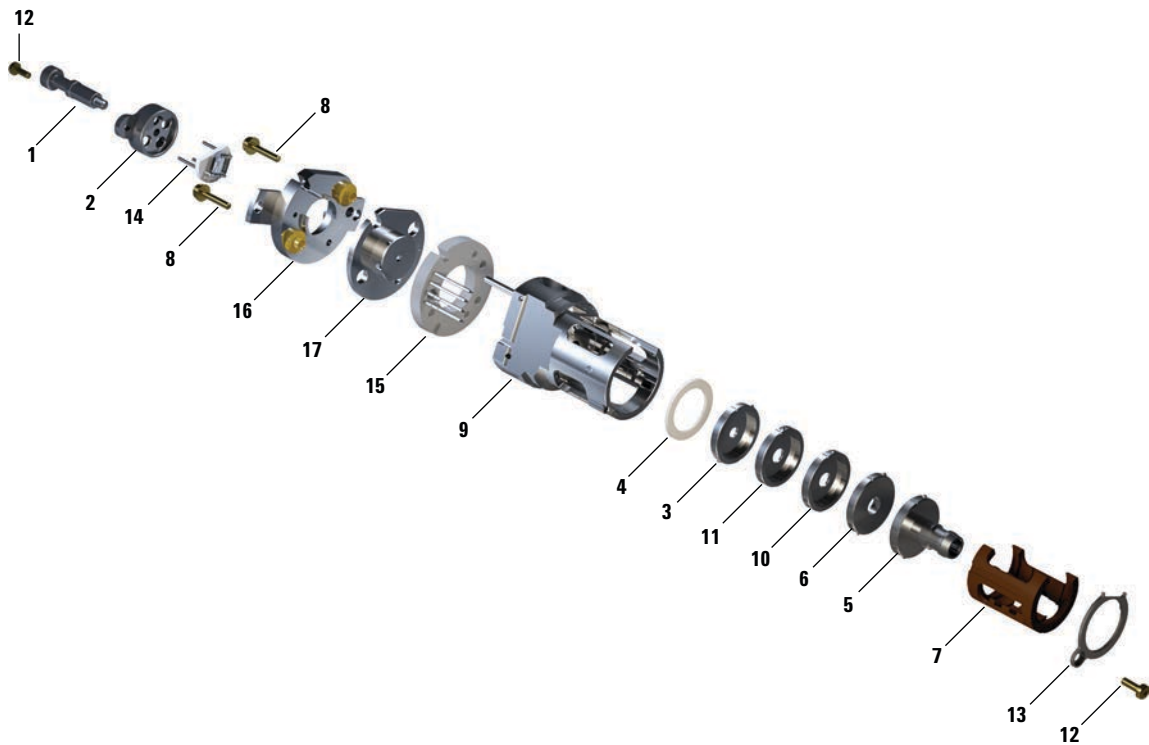

图 41 组装 EI HES
在使用此步骤时，请参考分解部件视图（图 41）和 EI HES 部件列表（表 17（第 132 页））。
- 3 将已装入绝缘体的透镜组插入离子源体。（请参阅图 41（第 132 页）。）镌刻的编号正对着完整开口处，其延伸到离子源体的一端。验证陶瓷是否与离子源体的一端齐平。
表 17 EI HES 的部件列表 (图 41)
表 17 EI HES 的部件列表 (图 41) (续)